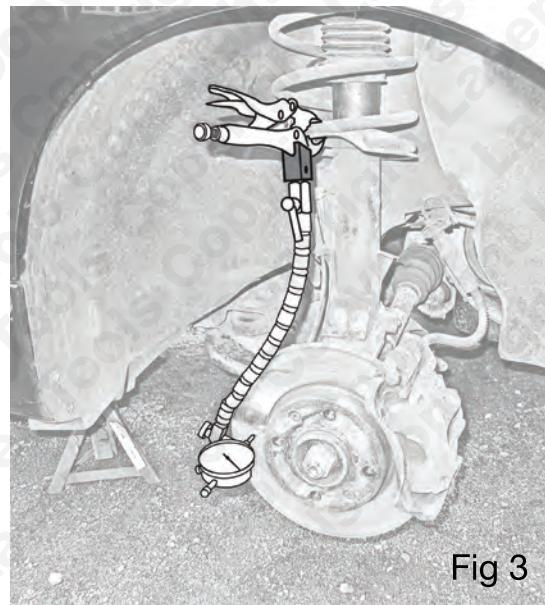

Fig 3
- Fissare il gruppo ad un punto di sospensione adeguato o al mozzo con il morsetto a pinza, in modo che sia vicino a sufficienza da consentire di inclinare il montante (**A**) in modo tale che la punta di misurazione del comparatore (**J**) possa entrare in contatto col disco del freno a 90° rispetto alla superficie del disco stesso. Posizionare il comparatore in modo che la punta di misurazione (**J**) sia premuta per 2 - 4 mm. Fig. 3